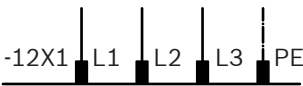

图 13: 馈入/电源
- 1. 12X1：馈入/电源（图 13）
- ▶ 用于连接电源的连接插头（可选配，请参阅第 17.3 章"附件"），如图 13 所示。